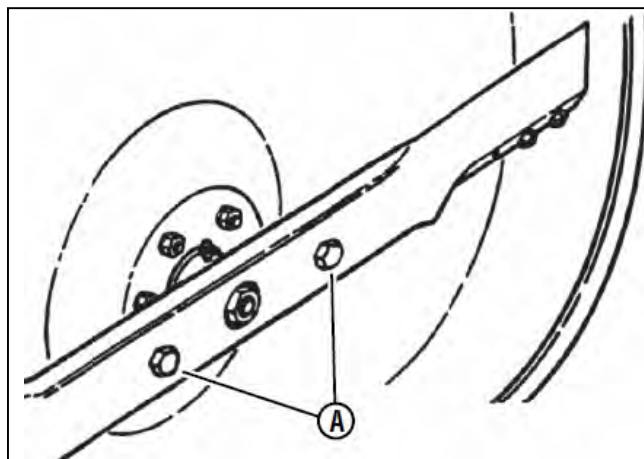

図 7-2 ブレードボルトのトルク確認
3. プレート固定ボルト(図 7-2 の A)の締め付けボルトがしっかりと締まっているか確かめます。緩んでいる場合は既定のトルクで締め付けてください。締め付けトルクは 4.5~5.5kgf-m です。